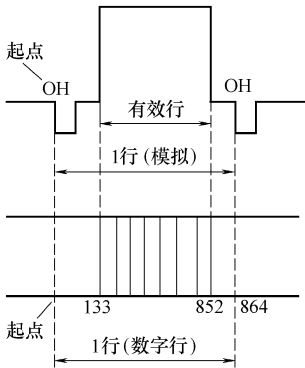

图 15-20 数字行与模拟行之间对应关系示意图
3) 数字行与模拟行之间关系。数字行与模拟行之间的对应关系如图 15-20 所示，这是 PAL 制的示意图。通常把一行中表示图像的部分称为有效行，把行同步头的前沿称为一行的起点 OH。